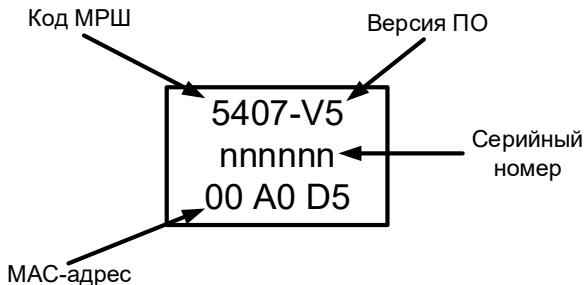

Рисунок 4
3. «MAC адрес» содержит уникальный трёхбайтный код, который присваивается МРШ на этапе производства. Значение MAC-адреса указано на шильдике, который приклейен на лицевой стороне платы (см. Рисунок 4);